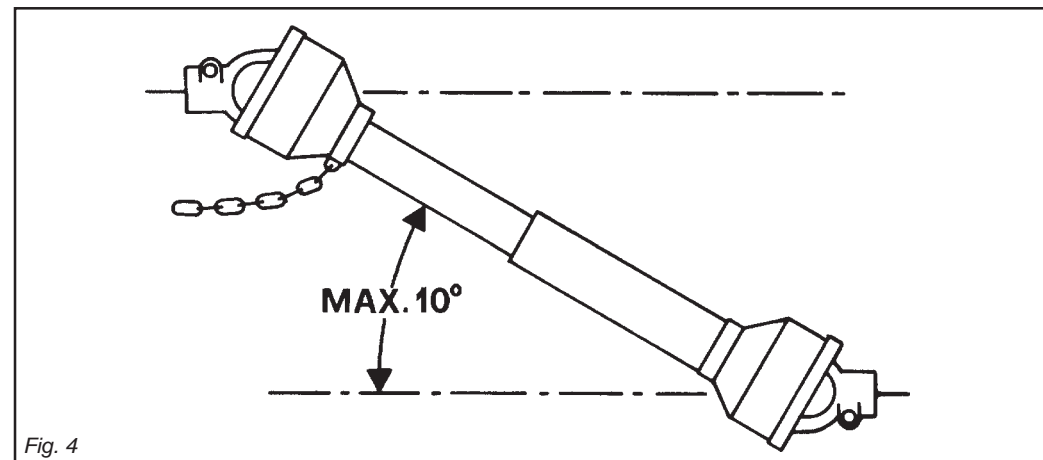

Fig. 4
- 40) Disinserire, sempre, la presa di forza quando l'albero cardanico fa un angolo troppo aperto (mai oltre i 10 gradi - Fig. 4) e quando non viene usata.
- 40) *Always disengage the pto when the cardan shaft is set at an excessively open angle (never beyond 10 degrees - Fig. 4) and when it is not in use.*
- 40) Die Zapfwelle immer ausschalten, wenn die Gelenkwelle einen zu großen Winkel einnimmt (nie über 10 Grad - Abb. 4) und wenn sie nicht gebraucht wird.
- 40) *Débrayez toujours la prise de force quand l'angle de l'arbre à cardans est trop ouvert (jamais plus de 10 degrés Fig. 4) et lorsque vous ne devez pas l'utiliser.*
- 40) Desactivar, siempre, la toma de fuerza cuando el árbol cardánico hace un ángulo demasiado abierto (nunca superar los 10 grados - Fig. 4) y cuando no la usamos.